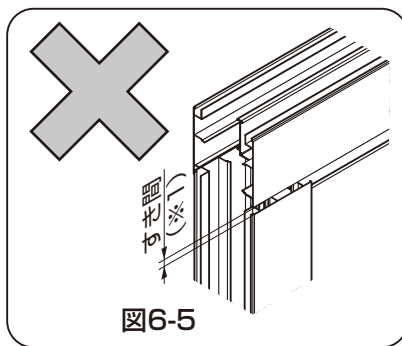

図6-5
- ※1にすき間ができないようにコンクリート打設前に確認してください。(図6-5参照)